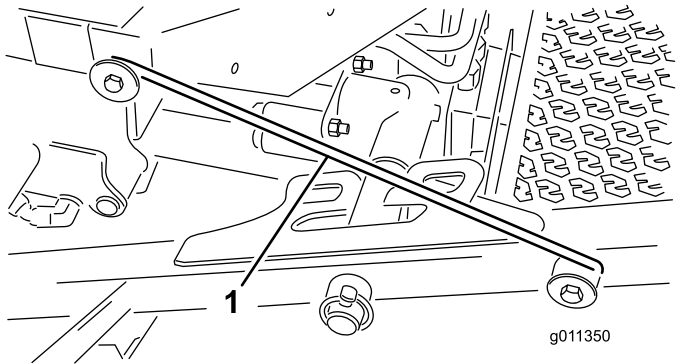

图 7
4. 从前承载架止动器松开门锁杆图 7。
5. 提升前除草刀盘的外侧并将门锁放置到安装在操作员平台前部的机架销上图 7。